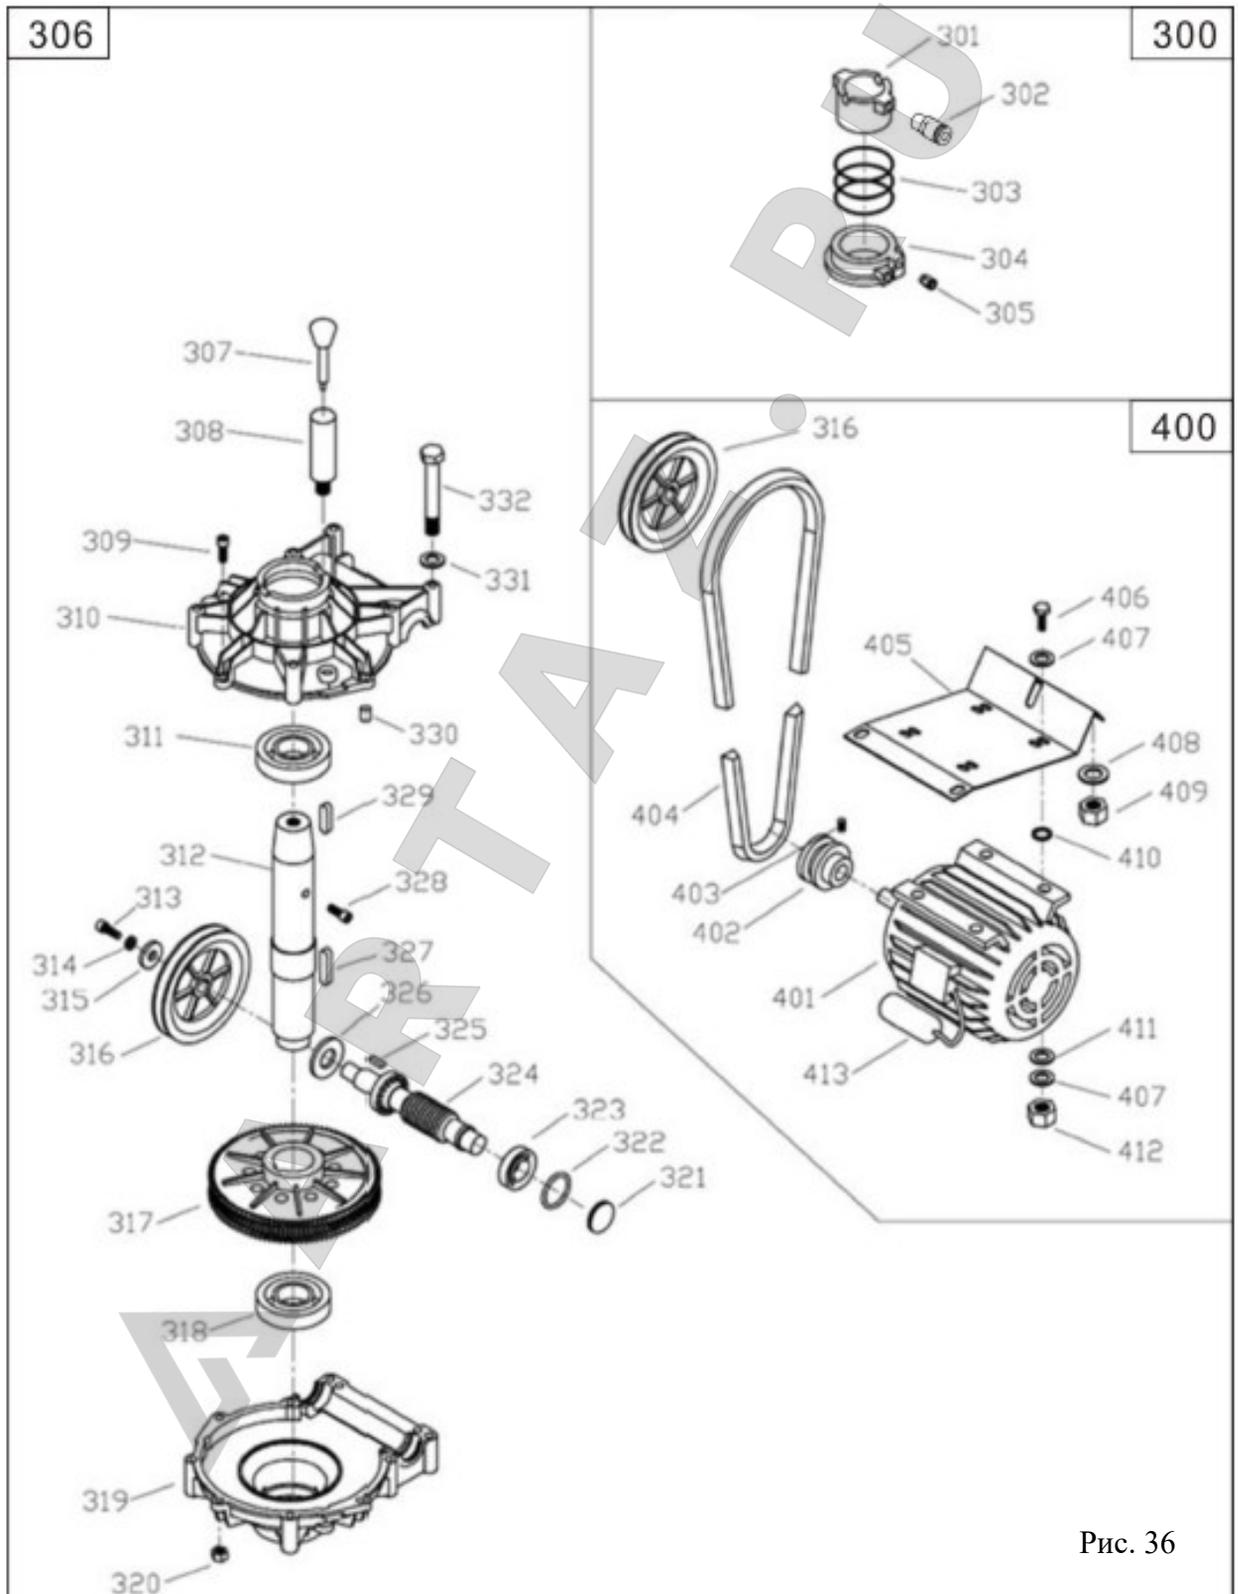

Рис. 36
2053301 Детали поворотного клапана в сборе (Рис.36)
**2064938 Детали редуктора в сборе (рис. 36)**
**2012501 Детали двигателя в сборе (рис. 36)**